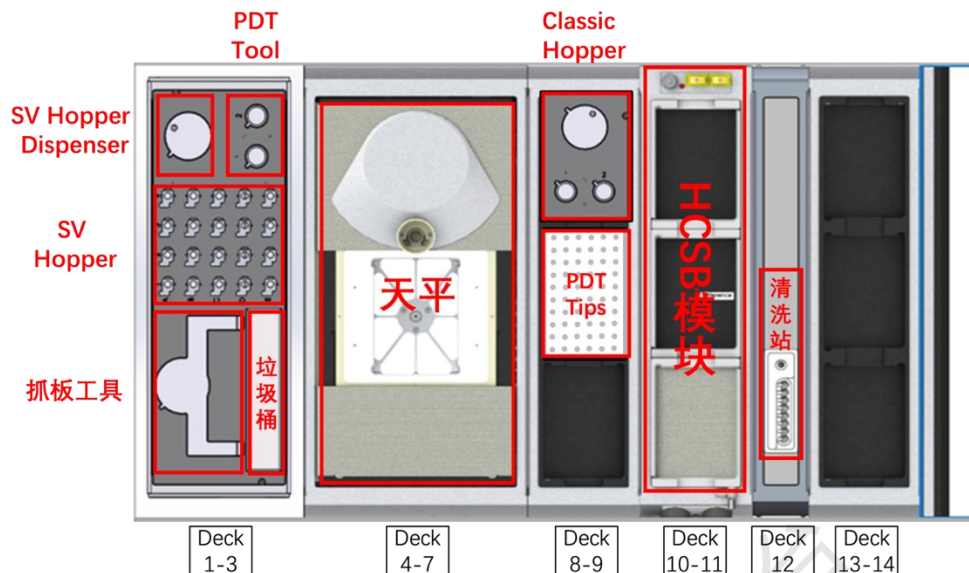

图 6-2-16
- d) 台面信息确认 (Configure Deck): 为已确定的实验步骤 Workflow 定义台上的化合物的目标板位和源位置, 会按照默认顺序先后定义 Libraries 和 Sources。默认台面配置如图 6-2-16, 未标注为空位 (注意: Deck13-14 对应的三个板位只有 H6T 能够到达):